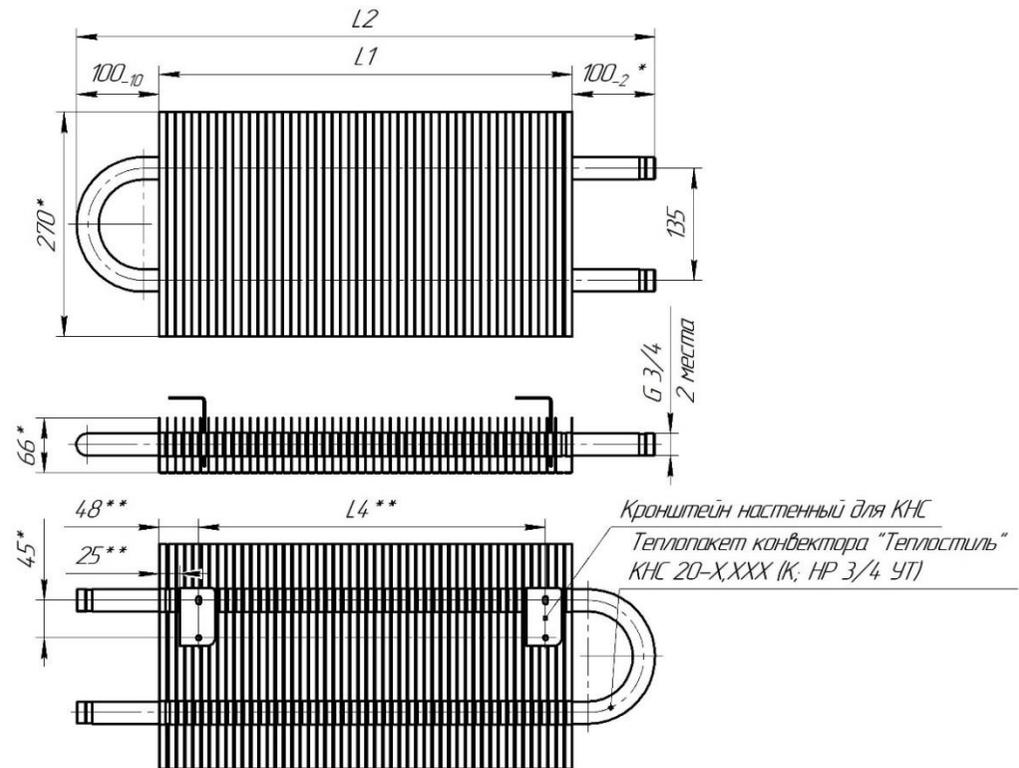

Рис. 1 Конвектор TEPLA Start.
- 1.3. Конвекторы выпускаются в концевом или проходном исполнении, с патрубками для подвода теплоносителя, расположенными с правой или левой стороны прибора, концы присоединительных патрубков гладкие (под сварку) или с раструбами с резьбой наружной G 3/4" (НР 3/4) или с резьбой внутренней G 1/2" (ВР 1/2), габаритные и присоединительные размеры указаны в рис. 1.